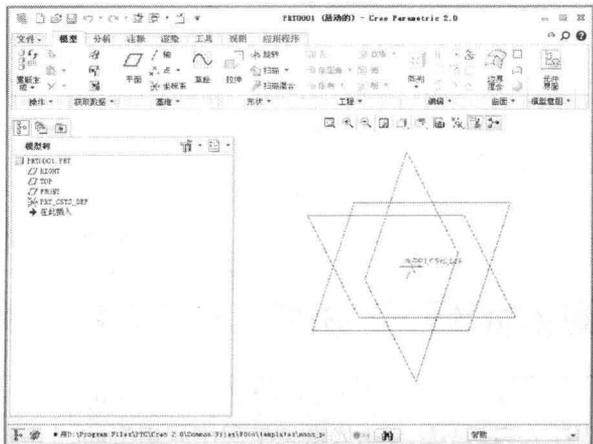

图 1-7 Creo Parametric 2.0 工作界面
步骤 ④ 单击【确定】按钮，新建一个零件文件，进入 Creo Parametric 2.0 的工作界面，如图 1-7 所示。